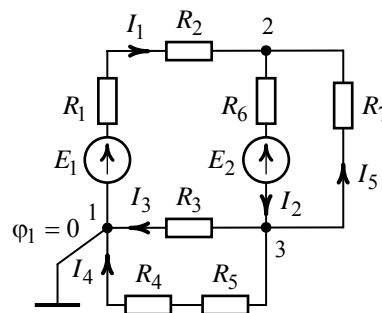

Рис. 5.2
Примем потенциал одного из узлов, например узла 1 (рис. 5.2), равным нулю ($\varphi_1 = 0$).
6. Зададим произвольное направление токов в ветвях схемы (рис. 5.2). По закону Ома для участка цепи, считая, что ток направлен от узла с большим потенциалом к узлу с меньшим потенциалом, выражаем токи: